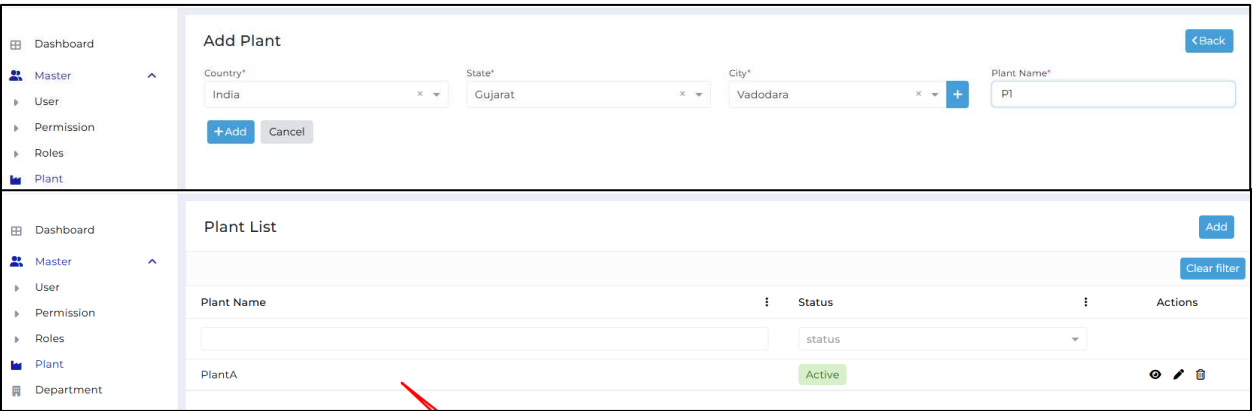

图 38 在 EMS Cloud 应用程序中添加植物
- 首先，使用应用程序窗口左侧面板添加具有所需详细信息的工厂，如图38所示。